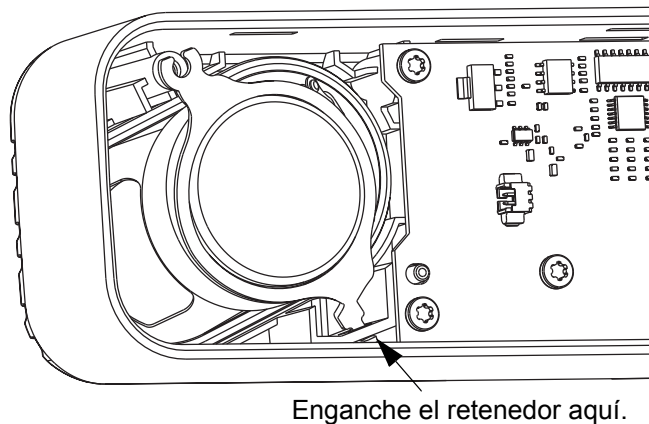

Figura 5-26 Montaje del retenedor del parlante
- b. Enganche un lado del retenedor del parlante en el conjunto de la unidad de control como se muestra en la Figura 5-26.